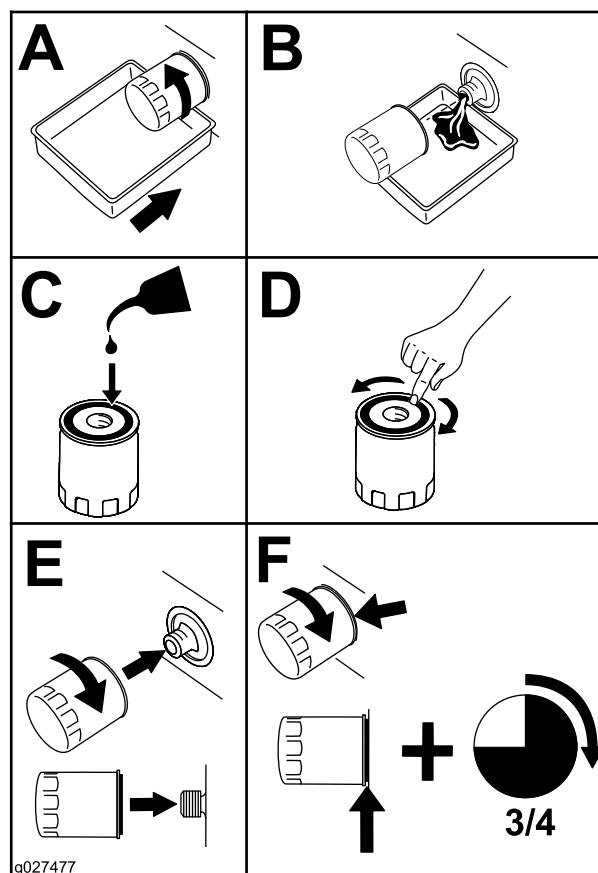

Figure 38
4. Remplacez le filtre à huile (Figure 38).